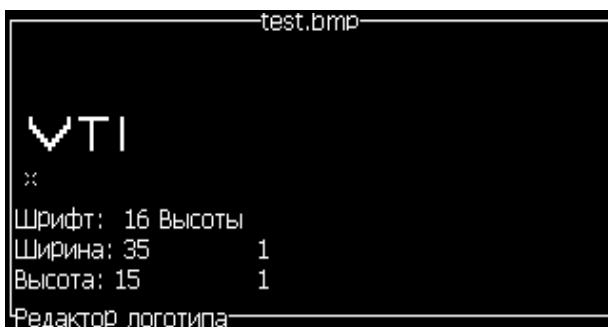

Рисунок 5-42: Логотип в окне меню
- 9 Нажмите кнопку “Enter” (ввод), и в окне меню появится логотип (смотрите Рисунок 5-42).